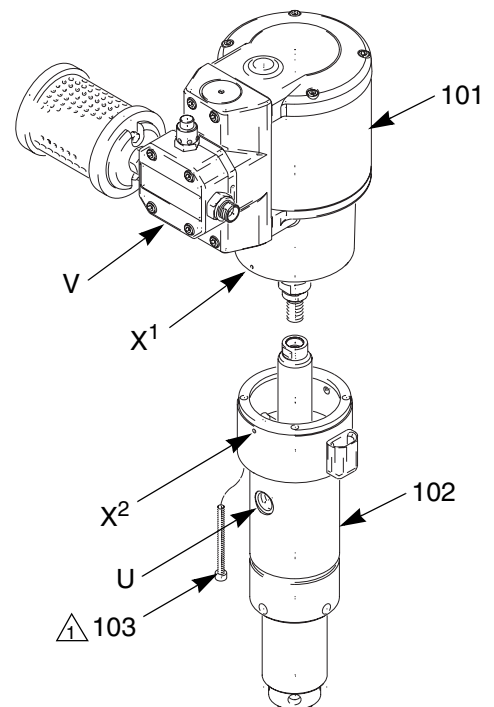

ABB. 4. Pumpenanschluss
1. Den Luftmotor (101) auf die Unterpumpe (102) drehen. Die zwei Markierungen (X^1 , X^2) aneinander ausrichten; die Materialauslassöffnung (U) der Pumpe zeigt in die selbe Richtung wie das Luftventil (V). Siehe ABB. 4.
2. Die Schrauben (103) einsetzen, um die Unterpumpe (102) am Luftmotor (101) zu befestigen. Mit 6,5-7,5 Nm festziehen.